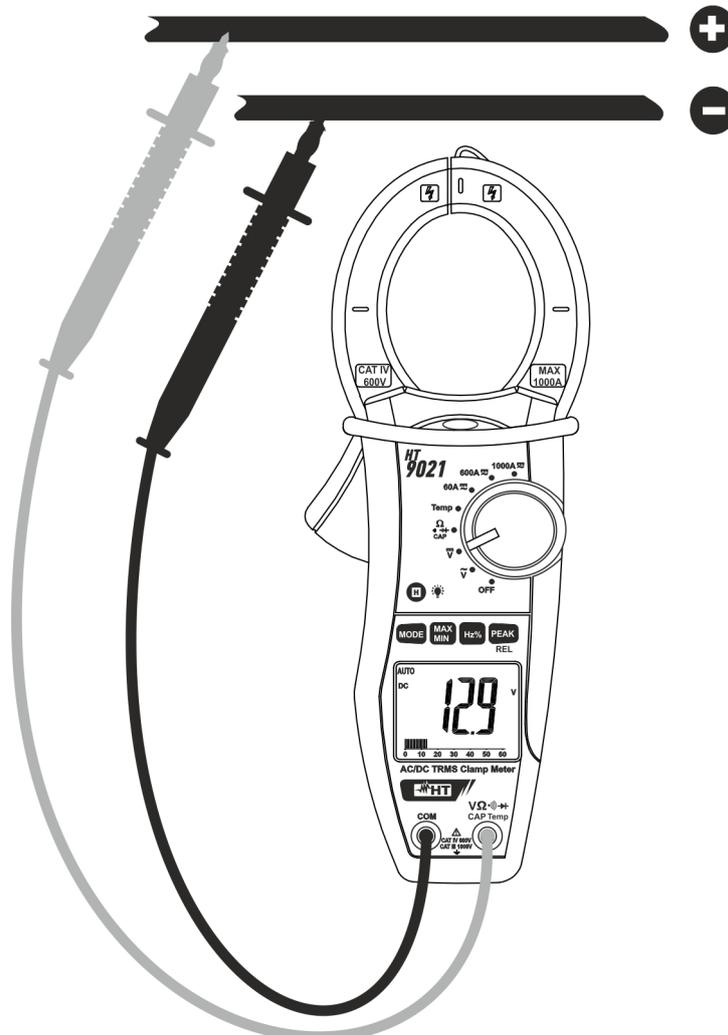

Fig. 4 : Utilisation de la pince pour mesure de tension DC
2. Insérer le câble rouge dans la borne d'entrée $V\Omega$ et le câble noir dans la borne d'entrée **COM** (Fig. 4)